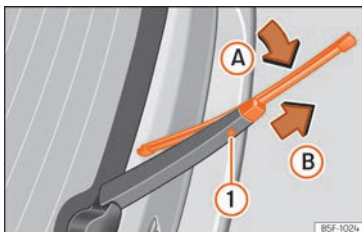

Fig. 81 Remplacement du balai de l'essuie-glace arrière.
- Repliez le balai par le haut vers le bras de l'essuie-glace » » » **fig. 81** (flèche **A**).
- Maintenez enfoncée la touche de déverrouillage » » » **fig. 81** **1** en tirant le balai dans le sens de la flèche **B**. Vous devrez probablement utiliser la force.
- Insérez sur le bras de l'essuie-glace un balai neuf **de même longueur et de même type** dans le sens contraire de la flèche » » » **fig. 81** **B** et encastréz-le. Pour cela, le balai doit être en position replié (flèche **A**).